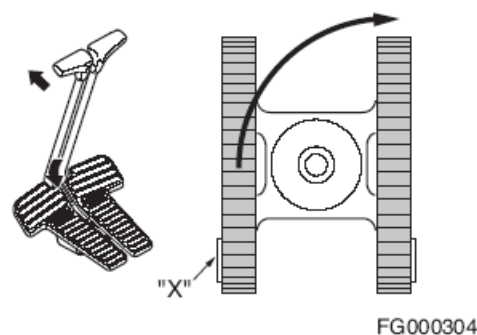

Рис. 28
2. Поворот на месте осуществляется (Рис. 28) путем вращения только одной гусеницы вперед или назад. Машина поворачивается на не движущейся гусенице.